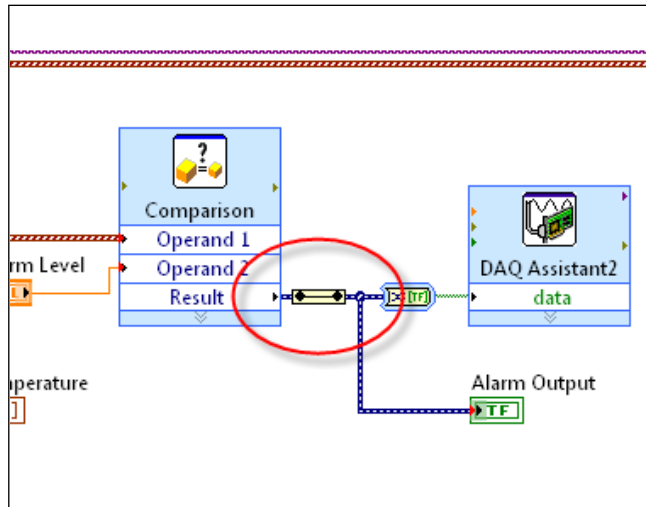

Figura 16. Insira o nó Split Signals logo depois do VI Expresso Comparison.
- j. Ao clicar com o botão direito no menu de contexto, selecione **Insert » Signal Manipulation Palette » Split Signals**, conforme ilustrado na figura 16.